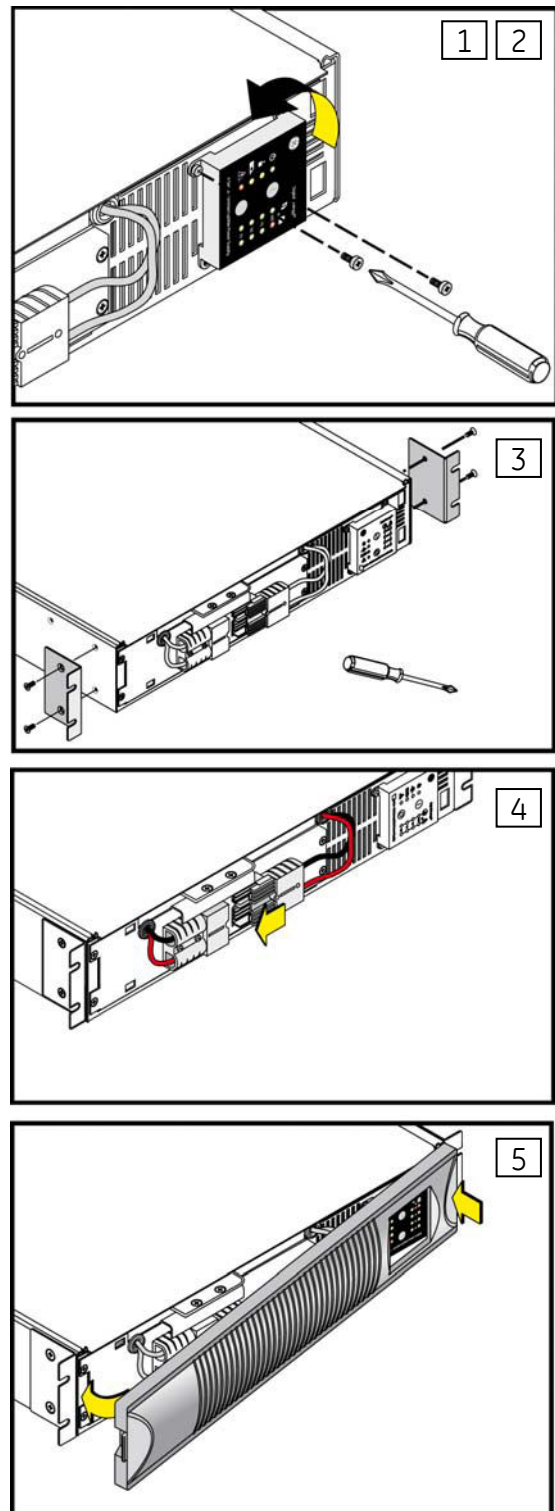

Рис. 3.3.2: Подготовка к установке в 19" стойку
2. Установите кронштейны с помощью прилагаемых винтов (3, рис. 3.3.2).